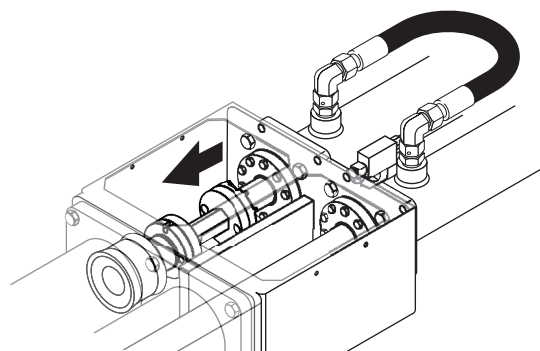

Figura 31
- Reinicie el motor y borre todas las solicitudes de parada de emergencia. Presione el botón de avance o reversa de la bomba de concreto y el botón de cambio de ariete simultáneamente. Mueva lentamente el cilindro hacia abajo hasta adonde la brida hace tope con el acoplamiento espaciador; tenga cuidado de no ir demasiado lejos (Figura 31).